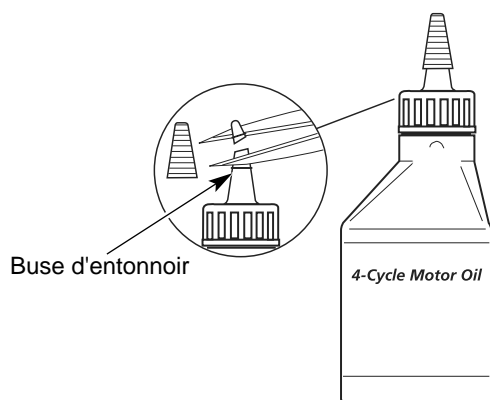

Fig. 16
Votre appareil est livré avec une bouteille d'huile SAE 30 SF, SG, SH de 100 ml (3,4 oz) (Fig. 16).
1. Dévisser le bouchon de la bouteille d'huile et retirez le papier couvrant l'ouverture. Remplacez le bouchon. Coupez la pointe de la buse d'entonnoir (Fig. 16).